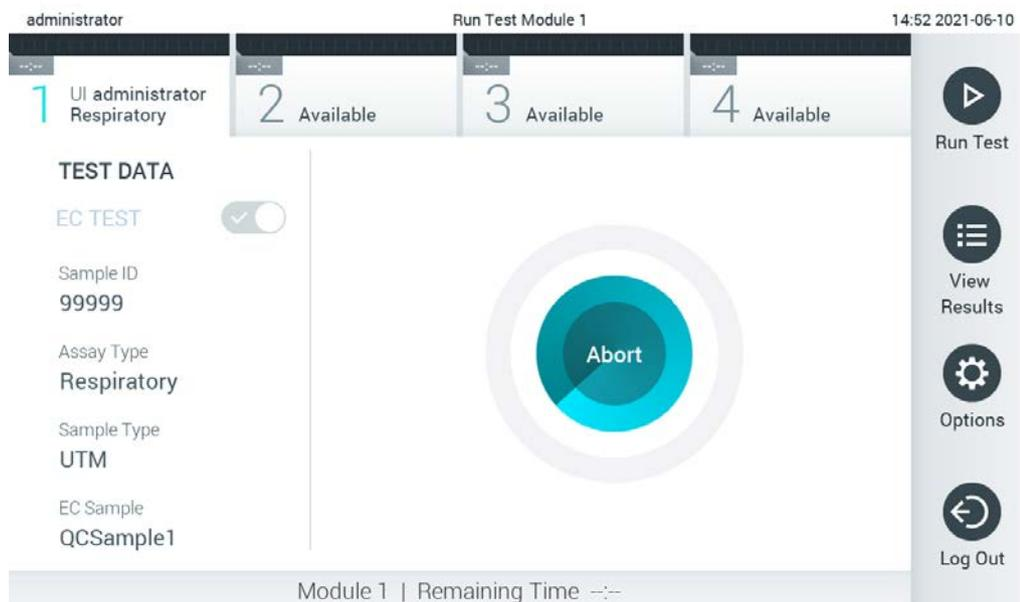

Figura 94. Schermata di esecuzione del test e del tempo rimanente.
10. Dopo aver rilevato la cartuccia d'esame QIAstat-Dx, il QIAstat-Dx Analyzer 1.0 chiuderà automaticamente lo sportellino della porta di ingresso della cartuccia e avvierà l'esecuzione del test. Non è richiesta alcuna ulteriore azione da parte dell'operatore. Mentre è in corso il test, sul touchscreen viene visualizzato il tempo rimanente (Figura 94, pagina successiva).